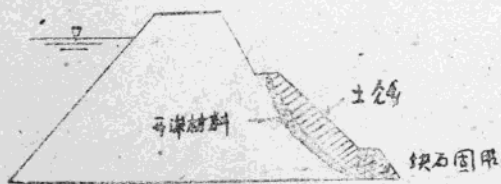

图19 加大边坡（开沟材料厚 0.3-0.5米）
(3) 加大边坡，做法：将脱坡处松土略加清除，然后开沟导渗，再合层填土夯实。填土加大的坡度要看水清、险情来决定。坡底用块石圈固（如图19）。